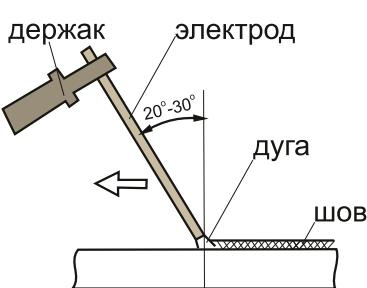

рис.2
## Внешний вид и органы управления на примере САИПА-135/165 (рис. 2)
1. Установить катушку со сварочной проволокой в подающий механизм (рис. 2 поз. 1)
2. Убедиться в том, что направляющий ролик установлен таким образом, что размер прорези на нем соответствует диаметру проволоки. При необходимости ролик перевернуть, открутив фиксирующий винт. рис.2
3. Убедиться в том, что прижимной ролик (рис. 2 поз. 3) зажат не слишком сильно. Чрезмерный прижим приведет к преждевременному износу прижимного ролика.
\*Примечание: при необходимости использования обратной полярности следует поменять местами провода на клеммах (рис. 2, поз. 2).
постоянно во время сварки. Угол наклона электрода от вертикальной оси должен быть от  $20^{\circ}$  до  $30^{\circ}$  (рис.2 Положение электрода).